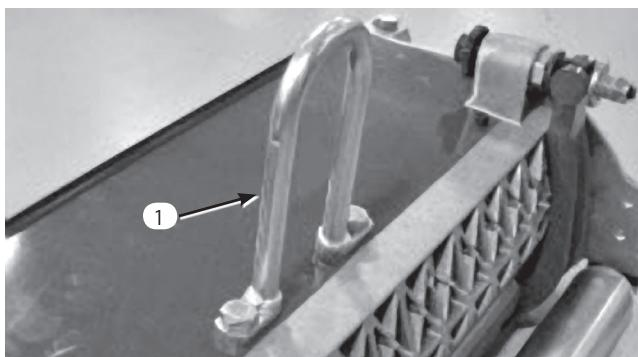

図2
- カッティングユニットの上面にU字環をキャップスクリュ (2本) で取り付け、キャップスクリュをトルク締め($34-40 \text{ } \square \cdot \text{m} = 3.5 \text{~} 4.0 \text{ kg.m}$)します (図2)。
注: チェーン・リンクの代わりに、リフト・フック (オプション; P/N 106-6938) を使うことができます (図2)。弊社代理店にてご購入ください。